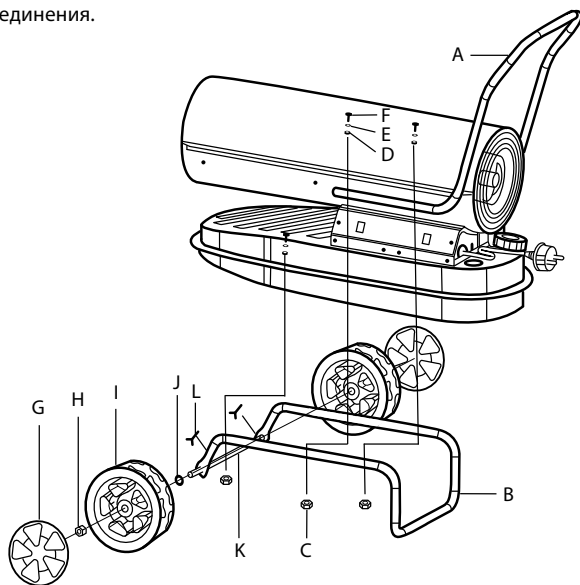

Рис. 3
1. Вставьте вал (К) в соответствующие отверстия ножи (В); вставьте плоскую шайбу  $\varnothing 12$  (J) с обеих сторон вала, закрепите колеса (I) на вал (К), закрутите гайки M12 (Н), чтобы зафиксировать колеса на валу; установите крышки колес (G) на колеса (I).
3. Используя болты (F), плоские шайбы (E), пружинные шайбы (D), гайки (С), закрепите к корпусу тепловой пушки ножку и ручку (как показано на рис. 3).